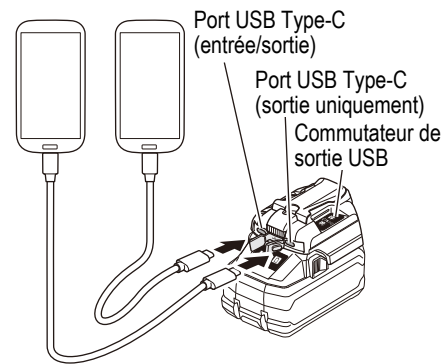

Fig. 3
- (1) Connectez le câble USB. (Fig. 3)